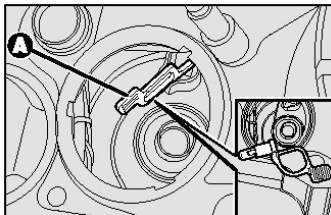

рис.28
- Повернуть против часовой стрелки патрон **А - рис.28**, извлечь лампу и заменить ее;